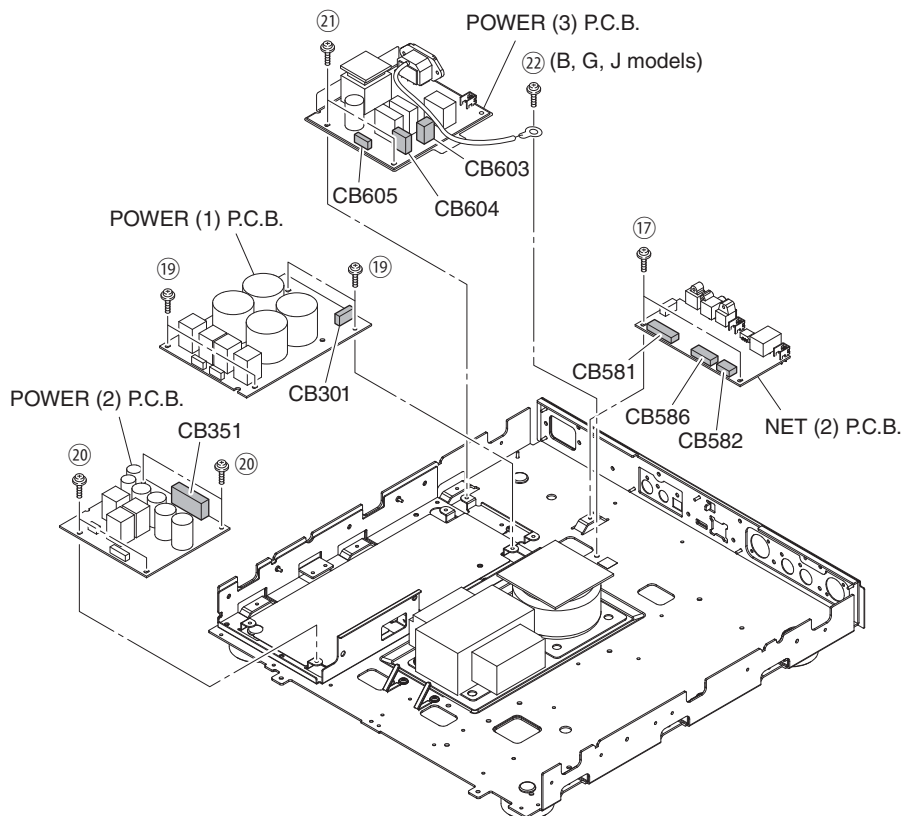

Fig. 6
8. Removal of NET (2) P.C.B.
- Remove 2 screws (17). (Fig. 6)
- Remove CB581, CB582 and CB586. (Fig. 6)
- Remove the NET (2) P.C.B. (Fig. 6)
9. Removal of POWER (1), POWER (2) and POWER (3) P.C.B.s
- Remove 4 screws (19). (Fig. 6)
- Remove CB301. (Fig. 6)
- Remove the POWER (1) P.C.B. (Fig. 6)
- Remove 4 screws (20). (Fig. 6)
- Remove CB351. (Fig. 6)
- Remove the POWER (2) P.C.B. (Fig. 6)
- Remove 2 screws (21). (Fig. 6)
- Remove screw (22) (B, G models). (Fig. 6)
- Remove CB603-605. (Fig. 6)
- Remove the POWER (3) P.C.B. (Fig. 6)
8. NET (2) P.C.B. の外し方
- ⑰のネジ2本を外します。(Fig.6)
- CB581、CB582、CB586を外します。(Fig.6)
- NET (2) P.C.B.を外します。(Fig.6)
9. POWER (1)、POWER (2)、POWER (3) P.C.B.の外し方
- ⑲のネジ4本を外します。(Fig.6)
- CB301を外します。(Fig.6)
- POWER (1) P.C.B.を外します。(Fig.6)
- ⑳のネジ4本を外します。(Fig.6)
- CB351を外します。(Fig.6)
- POWER (2) P.C.B.を外します。(Fig.6)
- ㉑のネジ2本を外します。(Fig.6)
- ㉒のネジ1本を外します。(Fig.6)
- CB603～605を外します。(Fig.6)
- POWER (3) P.C.B.を外します。(Fig.6)